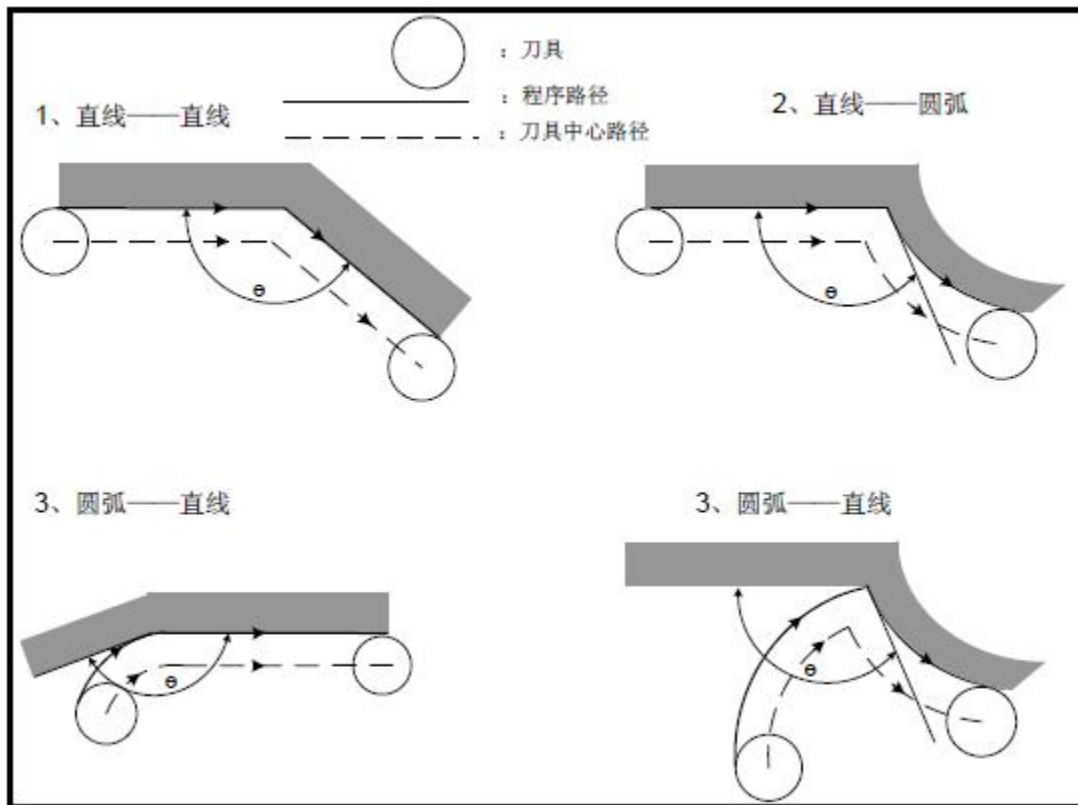

图 3-6-2-1
2、指定G62 并有刀具半径补偿功能且加工内拐角时, 在拐角的两端自动修调进给速度。有四种内拐角如图3-6-2-1 所示。在图中: $2^\circ \leq \theta \leq \theta_p \leq 178^\circ$ 。 θ_p 是用数据参数 P233 设定。